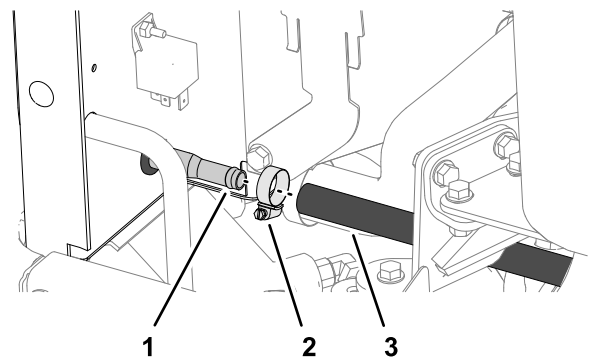

Bild 12
2. Entfernen Sie die Schlauchklemme, die den Zulaufschlauch des Hydraulikkühlers am Zulaufrohr-Hydraulikkühler befestigt, und trennen Sie den Schlauch vom Rohr (Bild 12) ab.